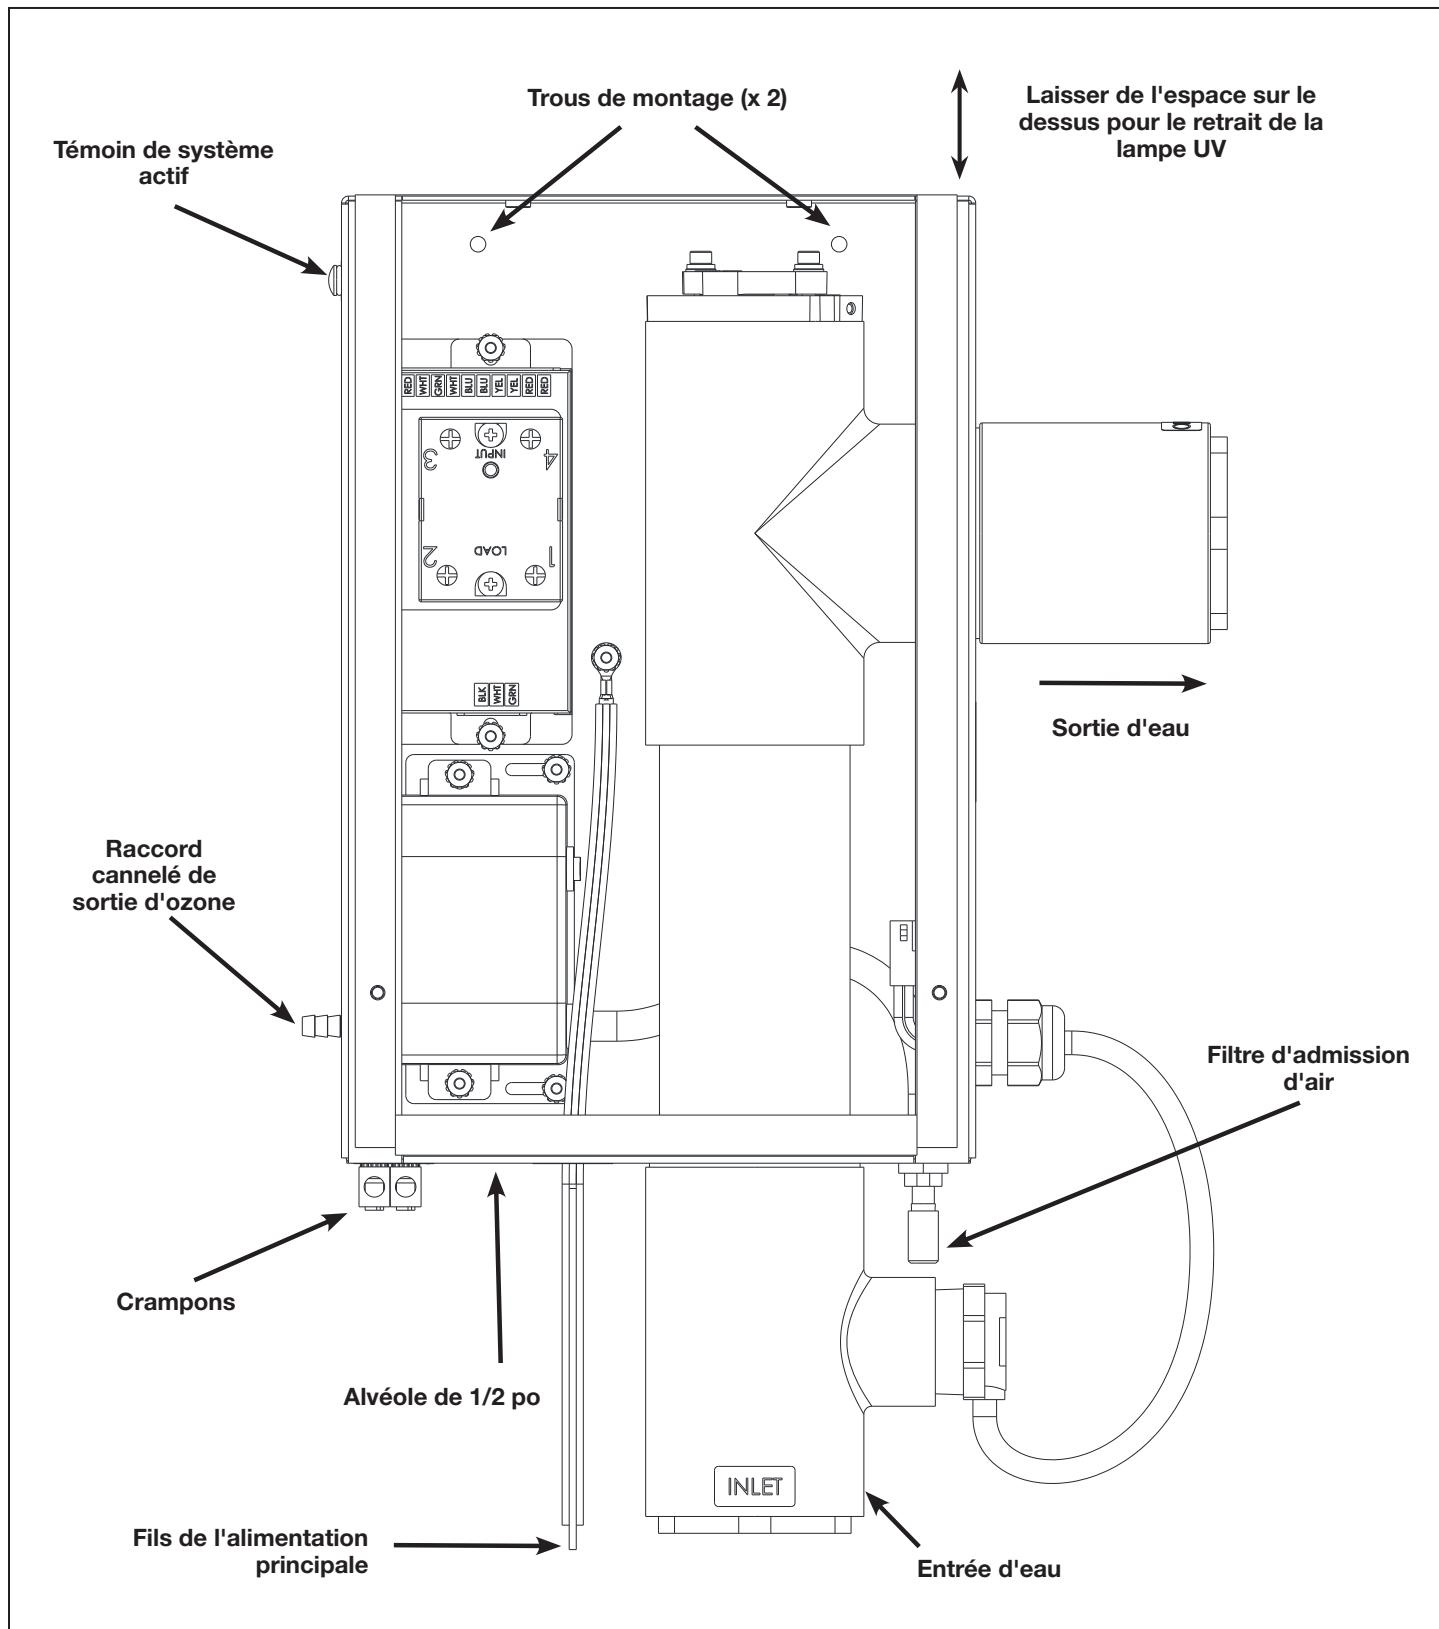

Figure 2. Emplacement de montage et annotations (couvercle retiré)
Monter l'appareil dans un endroit propre et protégé, à l'abri de la lumière directe du soleil. L'appareil doit être installé à l'extérieur, ou à l'intérieur dans une pièce ventilée par air forcé, et orienté de la même manière que sur la Figure 2. Placer l'appareil hors de portée des gicleurs ou des tuyaux de drainage. Monter l'appareil selon l'orientation indiquée sur la Figure 2, à l'aide des deux trous de montage fournis à l'intérieur du boîtier. Suivre les instructions ci-dessous pour retirer le capot avant de monter le boîtier. Laisser suffisamment d'espace à l'avant pour l'accès interne et sur le dessus pour l'entretien de la lampe UV et du tube de quartz (13 pouces). Le système Jandy AOP doit être installé à au moins un (1) pied au-dessus du niveau d'eau maximal. Voir la section Tuyauterie pour obtenir des instructions liées à la tuyauterie en fonction de l'emplacement de montage.
2. Se reporter à la Figure 2 pour marquer l'emplacement des deux vis de montage.